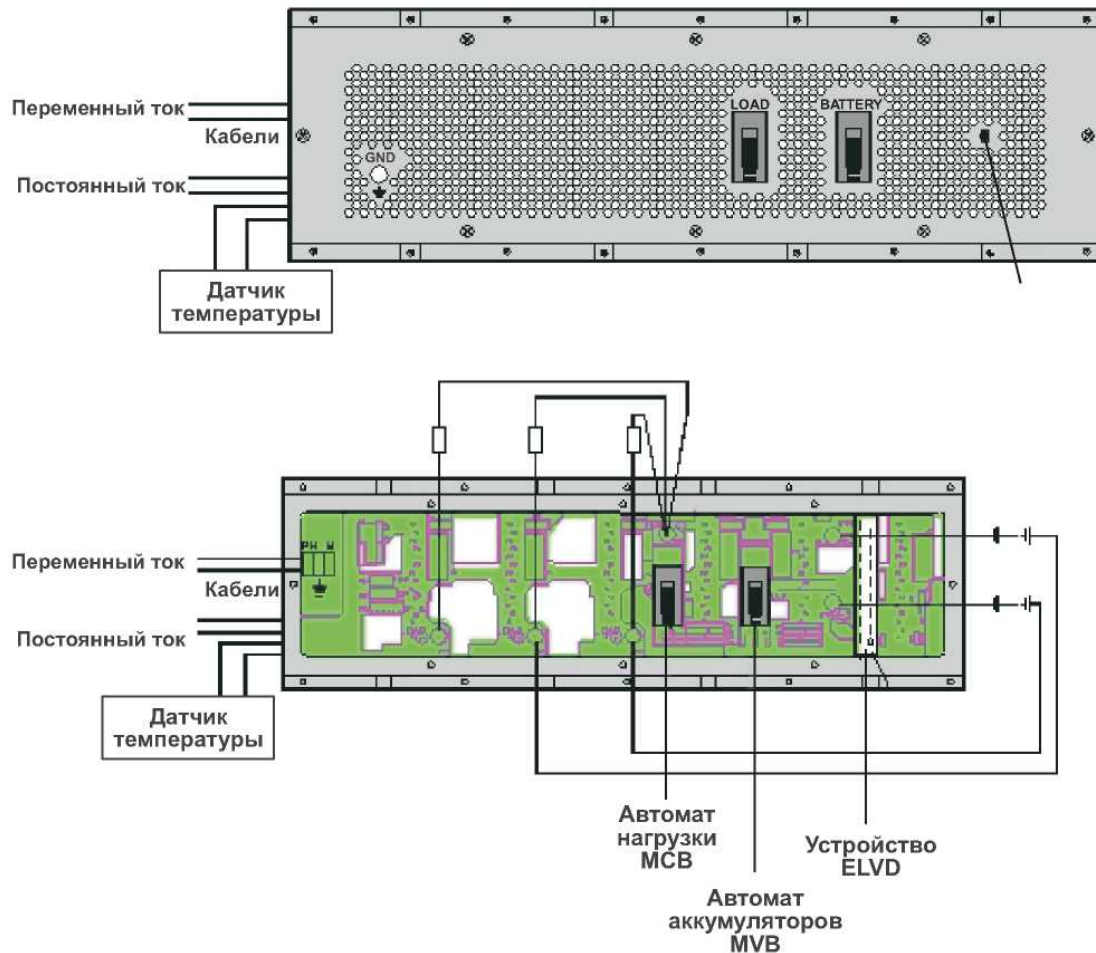

Рисунок 12. Схема подключения аккумуляторов и нагрузки.
2. Используя соответствующие клеммы, находящиеся на задней панели (см. рисунок 12), подключите полку к аккумуляторам и нагрузке, закройте и закрепите заднюю крышку винтами.